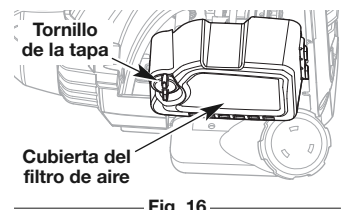

Fig. 16
- Abra la tapa del filtro de aire desenroscando el tornillo correspondiente (Fig. 16).